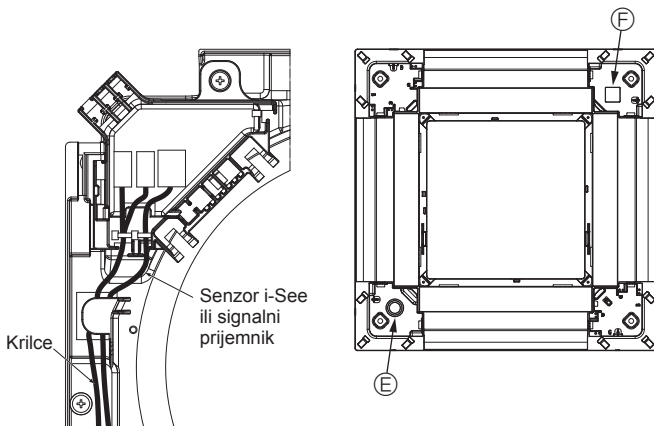

Fig. 10-13
- Usmjerite žice senzora i-See i signalnog prijemnika kako je prikazano na Fig. 10-13.